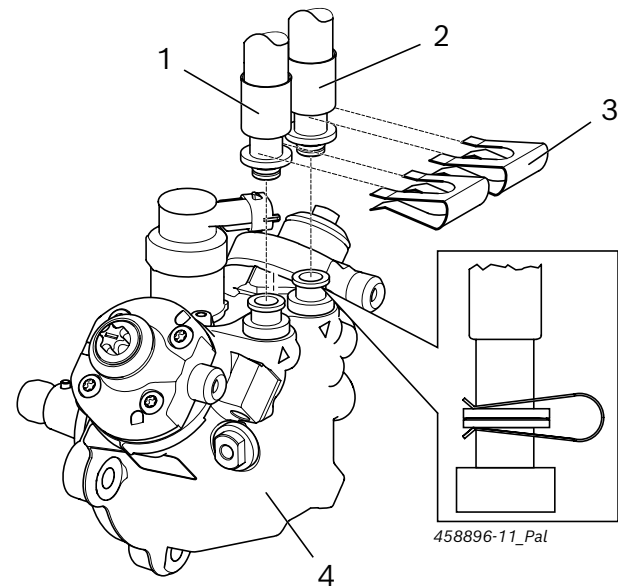

Fig. 3: CP4.2 com sistema de encaixe
Para a verificação do óleo de teste da CP4, utilizar mangueiras específicas para bombas. As mangueiras são fixadas na CP4 com os grampos de fixação 1 685 200 116 (fig. 3, pos. 3). As mangueiras e os grampos de fixação estão contidos no âmbito de fornecimento do jogo de peças 1 687 016 125.
1. Conectar mangueira para alimentação de óleo de teste (fig. 3, pos. 1) na conexão de entrada da CP4.
2. Conectar a mangueira para retorno de óleo de teste (fig. 3, pos. 2) à conexão de retorno da CP4.
3. Fixar ambas as mangueiras nas conexões da CP4 com os grampos de fixação (fig. 3, pos. 3).